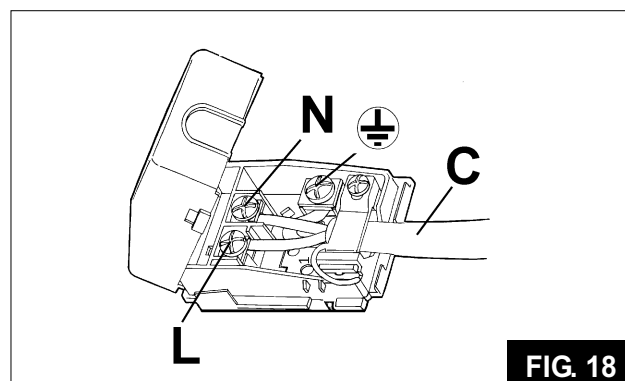

FIG. 18
- s'il en est dépourvu, appliquez au câble d'alimentation «C» (voir fig. 18 - 19 - 20) une fiche normalisée indiquée pour la charge figurant sur l'étiquette signalétique. Branchez les fils d'après le schéma de la fig. 18 - 19 - 20 en respectant les correspondances suivantes: